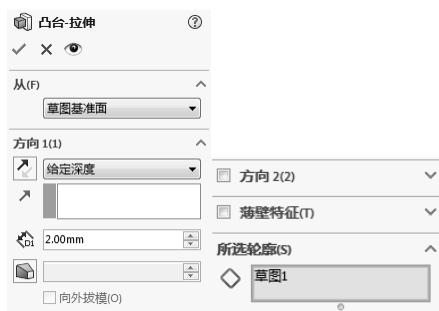

图 3-5 “拉伸”属性管理器
STEP 3 单击“拉伸凸台/基体”按钮, 弹出“凸台拉伸”属性管理器，在“方向”卷展栏“深度”文本框中输入拉伸深度“2mm”，如图3-5所示，其他选项保持系统默认设置。